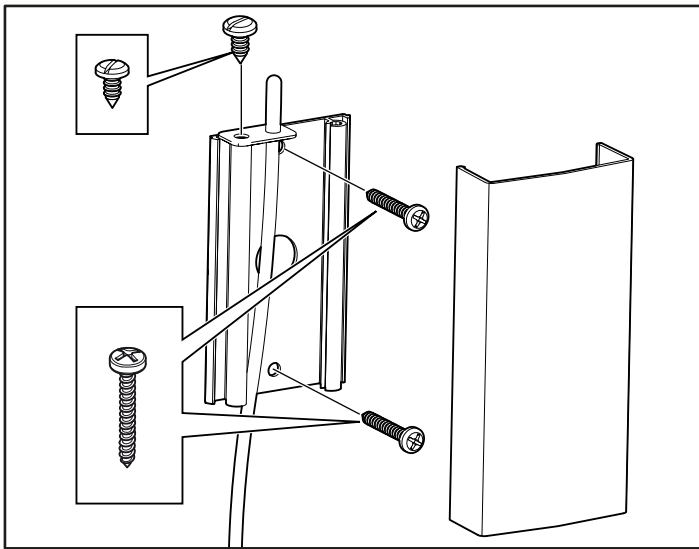
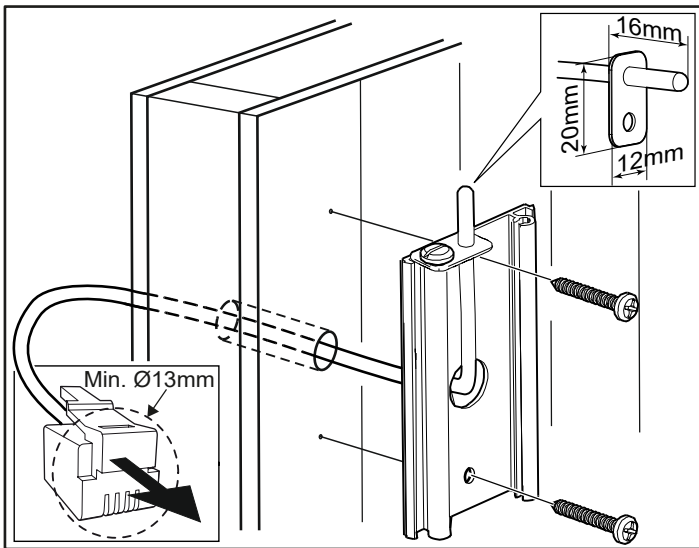

Fig 15: Montering av sensor
Fig 16: Ledningsdragnig genom vägg.
13. Montera sensorn på väggen se Fig 15. Termistorledningen kan även dras igenom väggen. Täta eventuella hål i väggen bakom sensorn, se Fig 16. Termistorledningen kan förlängas utanför bastun med svagströmsledning (2-ledare).